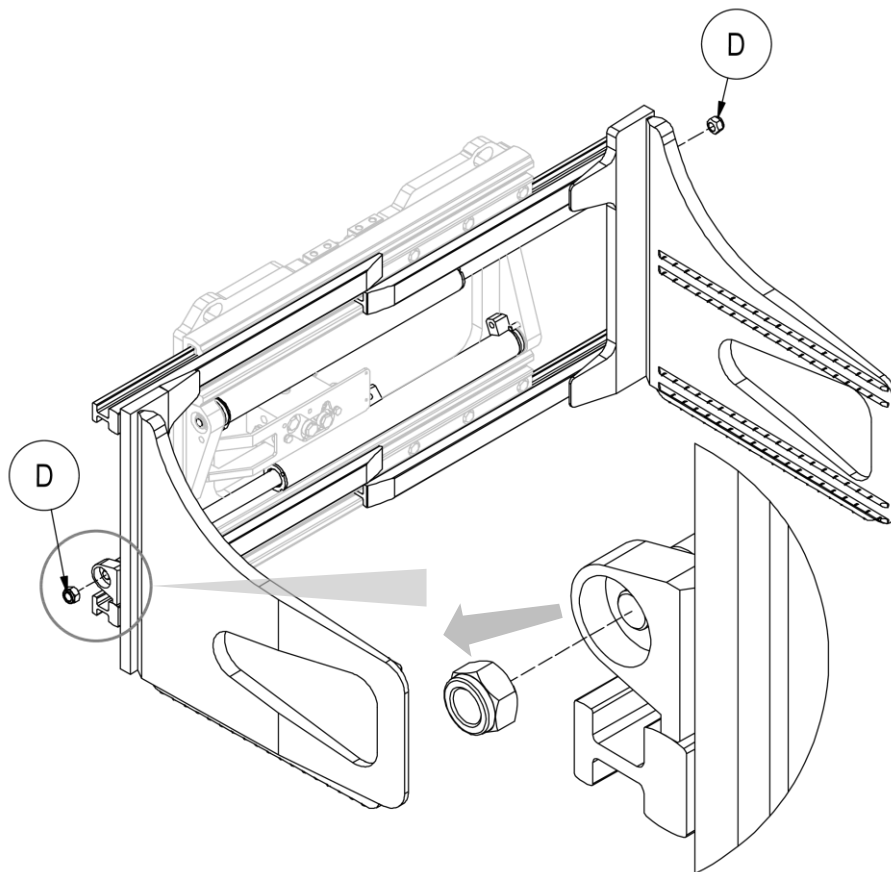

Abbildung 26
3. Schrauben Sie die Muttern D, mit denen die Zylinder an den Gabelzinken befestigt sind, ab (siehe *Abbildung 26*).